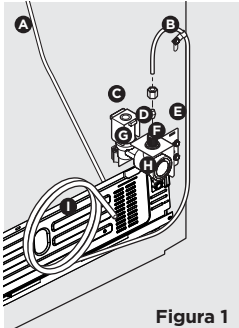
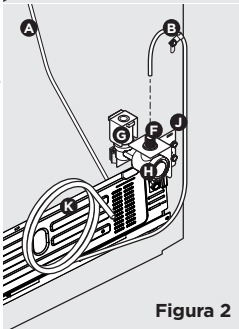

Figura 1
Figura 2
4. **Si utiliza una tubería de cobre**, coloque la tuerca de compresión de latón y luego el casquillo (manguito) en la tubería. Introduzca la tubería de suministro de agua hasta el fondo en la válvula de admisión (¼ in/6,4 mm). Deslice el casquillo (manguito) en la válvula de admisión y apriete a mano la tuerca en la válvula. Dele otra media vuelta de apriete con una llave. **EVITE** apretarla en exceso. Consulte la figura 1. **Si utiliza una tubería de acero inoxidable trenzada flexible**, la tuerca ya está montada en la tubería. Deslice la tuerca en la válvula de admisión y apriete la tuerca a la válvula a mano. Dele otra media vuelta de apriete con una llave. **EVITE** apretarla en exceso. Consulte la figura 2.